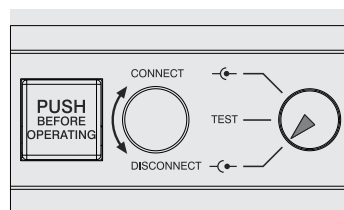

Figura 101
- interruptor en posición de extraído (véase Figura 101)